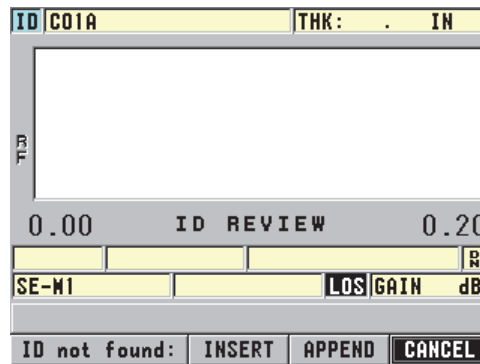

Figura 6-38 Mensagem quando o ID editado não está na base de dados
6. Quando o ID editado não está na base de dados, a mensagem na barra de texto de ajuda mostrada na Figura 6-38 na página 132 aparece. Selecione **INSERT** para inserir o novo ID na frente do ID ativo.